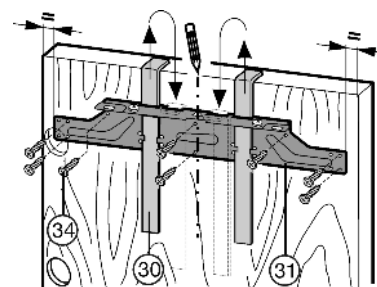

Fig. 23
- ▶ Zaczepić poziomą listwę mocującą Fig. 23 (31) z pomocami montażowymi Fig. 23 (30) po wewnętrznej stronie drzwi meblowych.
- ▶ Ustawić poziomą listwę mocującą Fig. 23 (31) na środku: narysować krótką linię na środku drzwi meblowych i umieścić nad nią szpic strzałki poziomej listwy mocującej.
- ▶ Poziomą listwę mocującą Fig. 23 (31) przykręcić co najmniej 6 śrubami Fig. 23 (34).
- ▶ Poziomą listwę mocującą Fig. 23 (31) przykręcić 4 śrubami Fig. 23 (34) na brzegu.
- ▶ Wyciągnąć pomoce montażowe Fig. 23 (30) do góry i wsunąć po obroceniu w znajdujące się obok otwory.